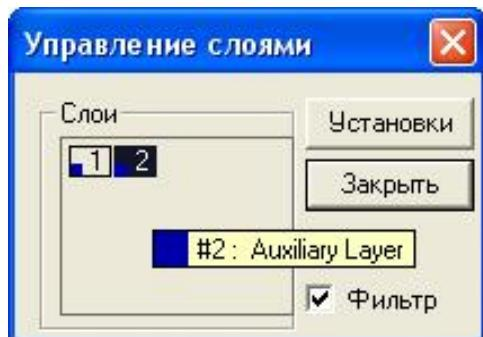

Рисунок 14. Управление слоями.
1. Нажмите кнопку  "Управление слоями" в закладке "Режимы". Появится диалог "Управление слоями". (рис. 14)